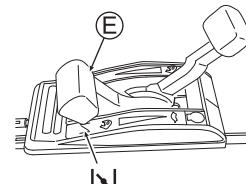

Fig. 10
- Placez la manette des gaz (E) sur la position Starter "". (Voir Fig. 10) (Vous pouvez démarrer le moteur en plaçant la manette sur " lorsque le moteur est chaud.)